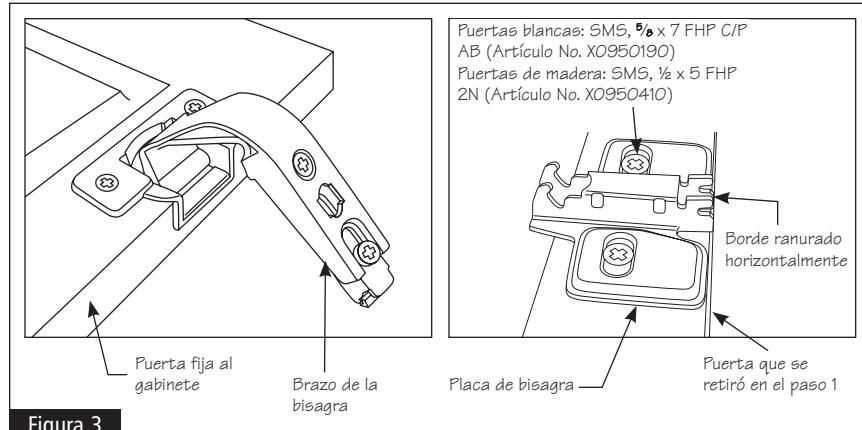

Figura 3
- 3** Use los tornillos de fijación que se retiraron en el PASO 2, fije el brazo de la nueva bisagra a la puerta que sigue fija al gabinete y fije la placa de la nueva bisagra a la puerta que se retiró en el paso 1. Consulte la figura 3.